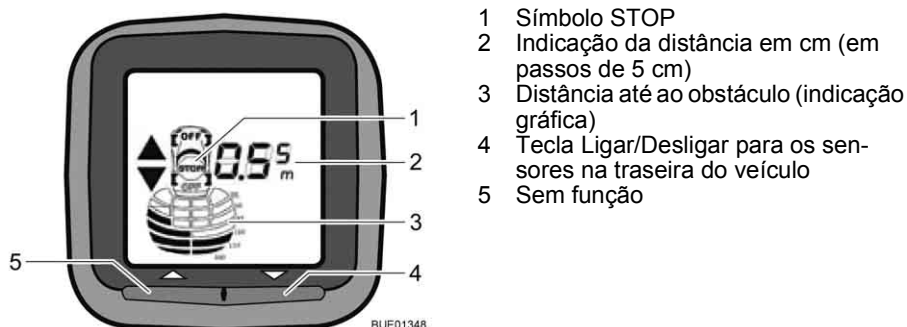

Fig. 21 Unidade indicadora Park Boy V
No habitáculo há uma unidade indicadora munida de um display (Fig. 21) que indica a distância até ao obstáculo. Simultaneamente, soa um sinal acústico de aviso.
- Premir a tecla Ligar/Desligar (Fig. 21,4). O display ilumina-se e nele aparece o símbolo indicador do veículo. O controlo de estacionamento à distância está pronto a fazer a medição.
- Premir a tecla Ligar/Desligar (Fig. 21,4). O controlo de estacionamento à distância pode ser desligado em qualquer altura, independentemente do método de ligação escolhido, premindo a tecla Ligar/Desligar.
O display (Fig. 21) mostra a distância em passos de 5 cm. Indicada é sempre a menor distância medida por um sensor.